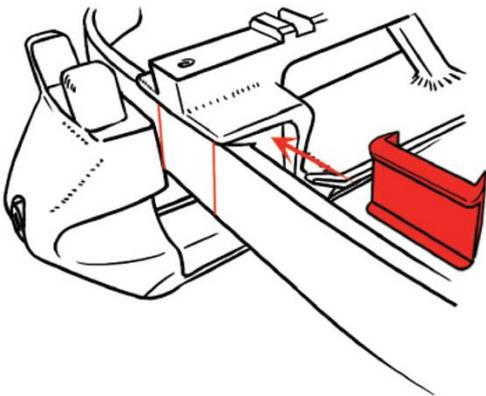

Рис.4
4. Установите большой пластиковый уплотнитель между плечами и корпусом арбалета (Рис.4).